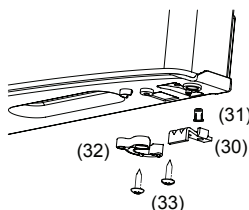

Рис. 9
- Снимите ограничитель (30) рис. 9 и втулку (31) рис. 9 и доводчик (32) рис. 9, в нижней части двери холодильного отделения, открутив винты (33) рис. 9, и закрепите их на противоположной стороне. Проведите аналогичную операцию для двери морозильного отделения;